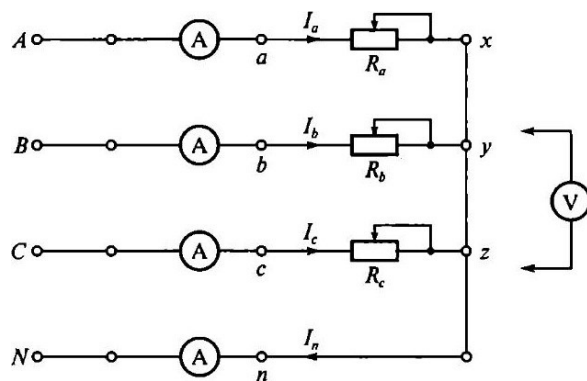

Рис. 7.1. Схема трехфазной ЭЦ с активной нагрузкой однофазных приемников, соединенных «звездой»
Схема электрической цепи (ЭЦ) с включенными в нее измерительными приборами приведена на рис. 7.1. В качестве измерительных приборов в работе используются:
3.3. Собрать ЭЦ в соответствии с рис. 7.1. С помощью переключателя пределов установить наибольшую номинальную величину измерительных приборов. После проверки схемы преподавателем подать напряжение в ЭЦ, при этом должны загореться соответствующие сигнальные лампы, показанные на рис.
3.7. На основании данных табл. 7.1 и 7.2 с учетом рис. 7.1 вычислить полные сопротивления фаз 4 и углы сдвига фаз между током и напряжением (РФ, результаты занести в табл. 7.3.
5.3. В табл. 7.4 даны значения линейного напряжения и фазных сопротивлений ЭЦ, приведенной на рис. 7.1. Номер варианта соответствует номеру стенда. На основании данных табл. 7.4 для своего варианта вычислить фазные напряжения и токи для ЭЦ с нейтральным проводом. Результаты занести в табл. 7.1 и 7.2. На основании данных табл. 7.1 и 7.2 построить на рис. 7.2 в масштабе векторные диаграммы напряжений и токов. По векторным диаграммам определить значение тока в нейтральном проводе.